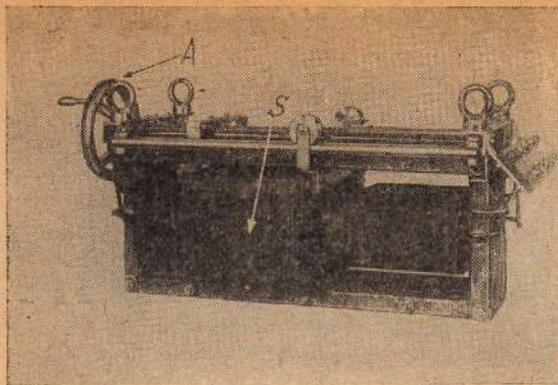

Рис. 3.
Общий вид регулятора виден на рис. 3. Передвижение короткозамкнутой катушки (S) осуществляется вращением от руки небольшого штурвала (A). Подобная же модель использована и для автоматической стабилизации напряжения сети лаборатории. Технические данные построенного нами регулятора следующие: мощность 20 KVA, первичное напряжение 380 вольт, вторичное 130-440 вольт, КПД — 0,77-0,93, косинус ФИ — 0,77-0,97 (при активной нагрузке).